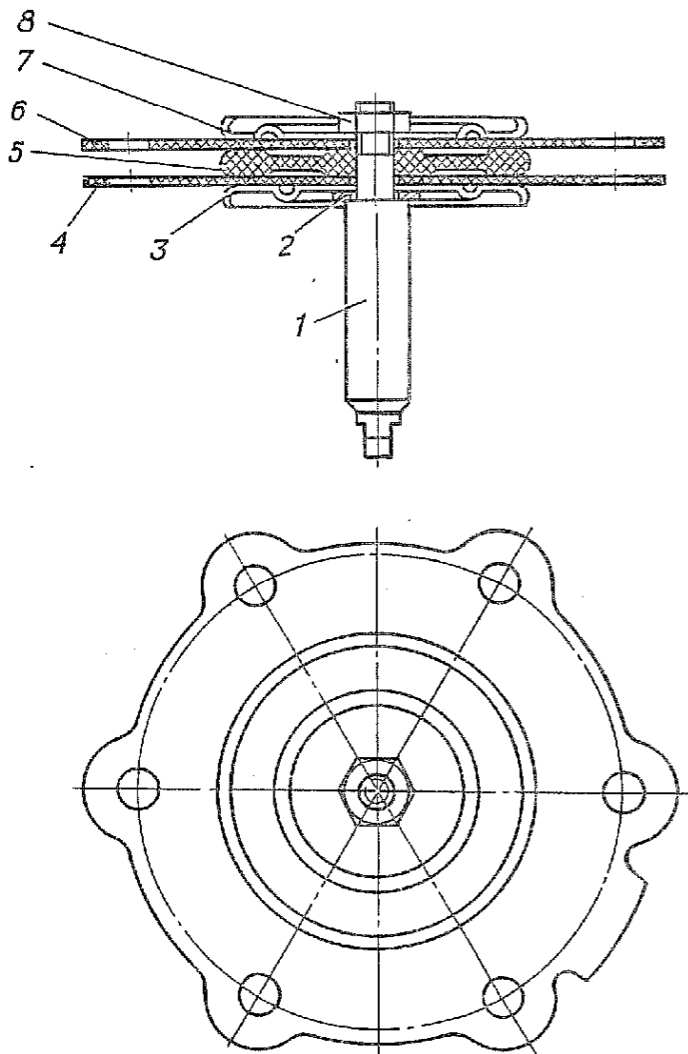

Рис. 114. Диафрагма топливного насоса в сборе:
1.4. Закрепить шток 1 (рис. 114) в тисках, отвернуть гайку 8, снять верхнюю чашечку 7 и диафрагму 6, внутреннюю дистанционную прокладку 5,
3.1. Закрепить шток 1 (рис. 114) в тисках, установить на него шайбу 2, нижнюю чашечку 3 и диафраг-